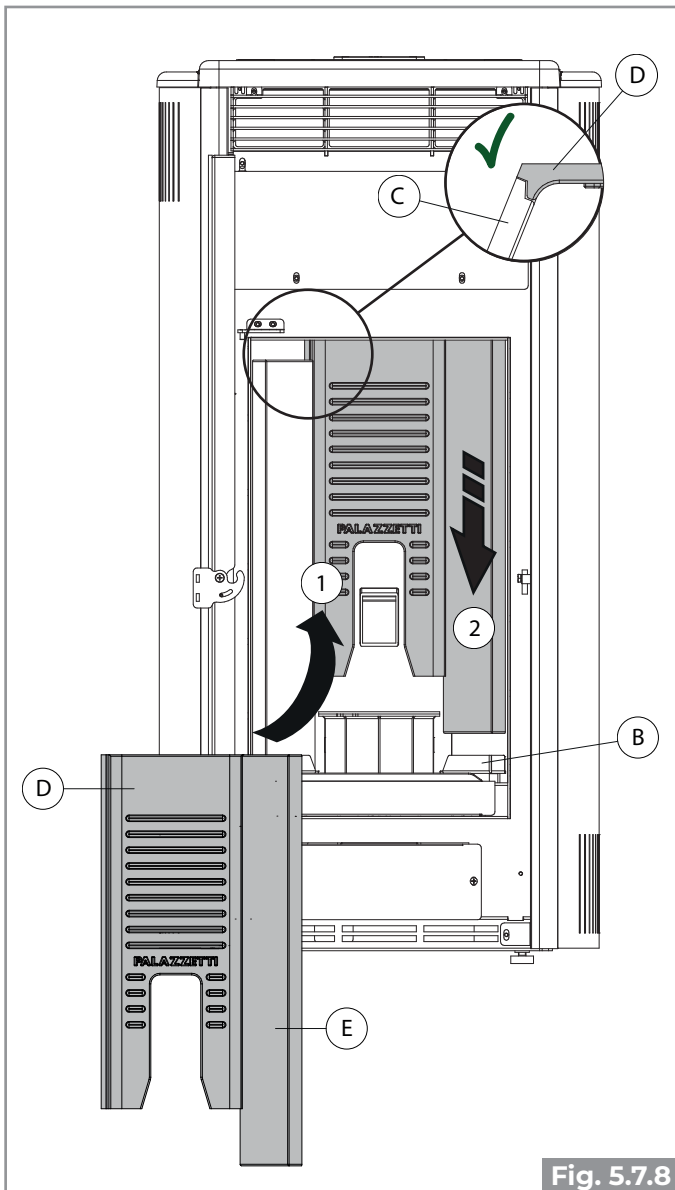
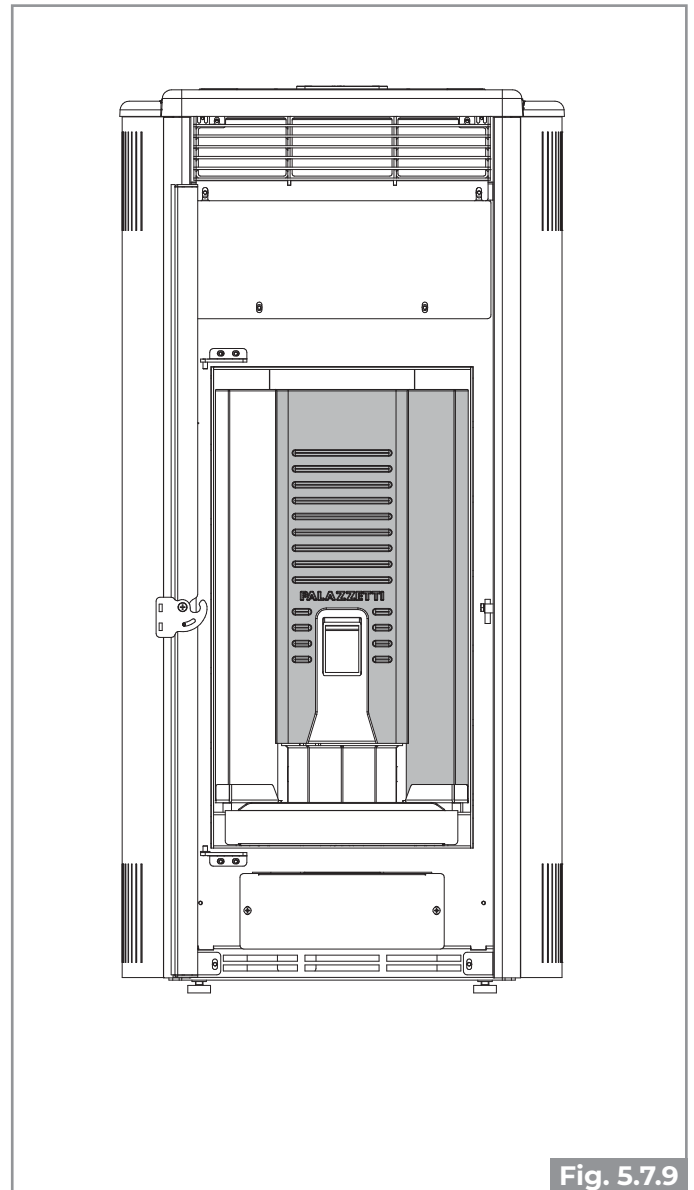

Fig. 5.7.8
Fig. 5.7.9
- la pared de fondo D se introduzca en el perfil lateral de la pared izquierda C y que se apoye en el porta-brasero (Fig. 5.7.8 - Fig. 5.7.9)
- la parte inferior de la pared derecha E sea introducida en el alojamiento del soporte B (Fig. 5.7.8 - Fig. 5.7.9);